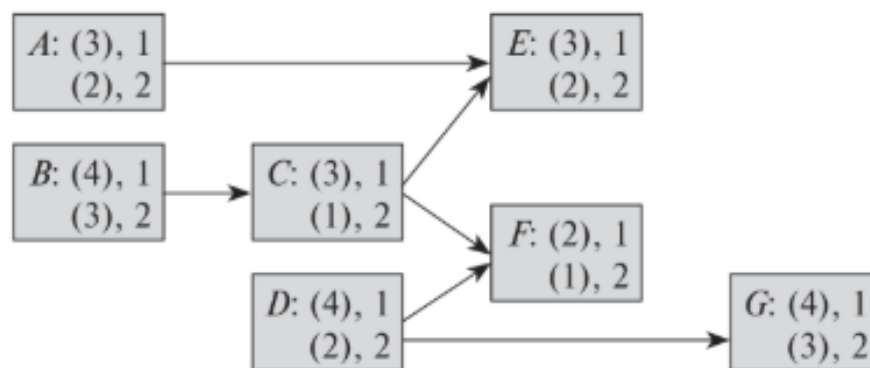

Рисунок 5. – к задаче 1
**Задача 1.** Найдите расписание с минимальной продолжительностью для проекта с одним ограниченным возобновляемым ресурсом, используя конструктивные эвристические методы (рис. 5). Постарайтесь улучшить полученное решение. В проекте доступны: